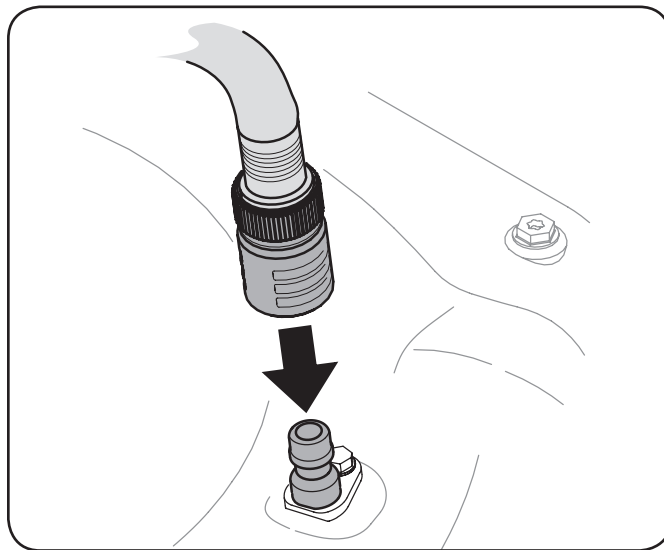

Figure 6-2
3. Installez l'adaptateur du boyau sur le gicleur situé sur le plateau de coupe. Voir Figure 6-2.